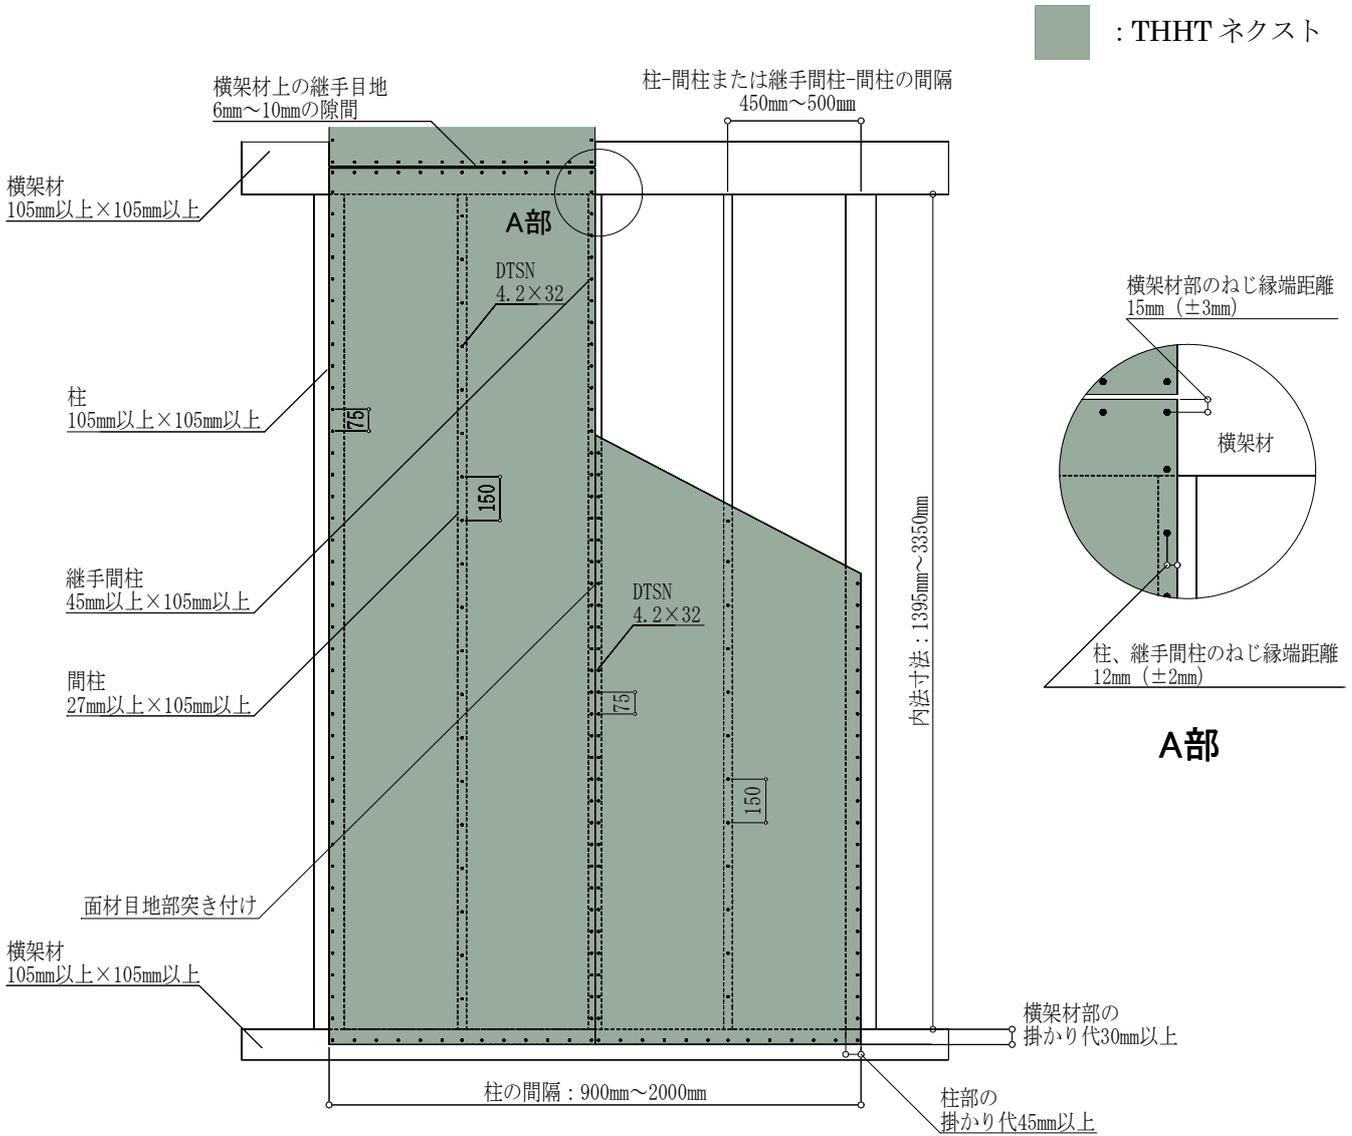

図10 標準仕様 (FRM-0770 : 2.8倍) 施工概略図 (2Pの場合)
施工においては、図10および注意事項に記載の内容を遵守してください。
- ・ THHT ネクストは、原則 1 枚張りとし、縦継ぎ張りについては、P30「⑦縦継ぎ張りについて」をご確認ください。
- ・ 図 10 は 2P の施工例となっておりますが、1P の場合も耐力壁とできます。